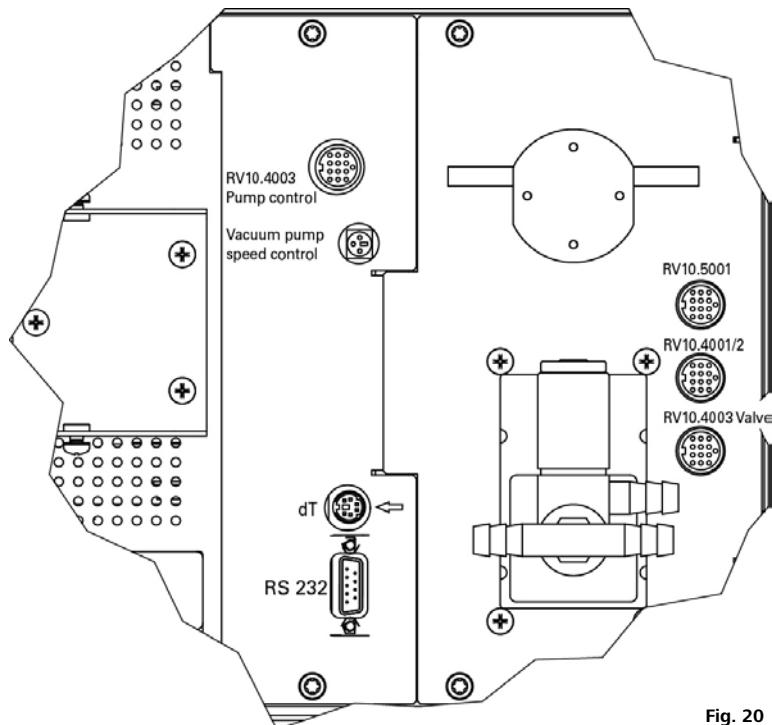

Fig. 20
- ☞ Insérez le câble de raccordement de vanne (RV 10 5001 ou RV 10 4001/2, et RV 10 4003) ou le câble de raccordement (RV 10 4003 Pump control) dans la prise prévue (fig. 20) ou raccorder la pompe à vide à régulation de la vitesse de rotation. Ainsi, le RV10 passe automatiquement au mode de régulation du vide en fonction de la vitesse de rotation.
Le port RS 232 au dos de l'appareil, voir fig. 20, doté d'une prise SUB-D à 9 pôles, peut être relié à un PC. Les broches sont affectées de signaux en série. Le port USB se trouve à gauche de l'écran de l'unité d' entraînement et peut être relié avec le câble USB fourni à un PC.